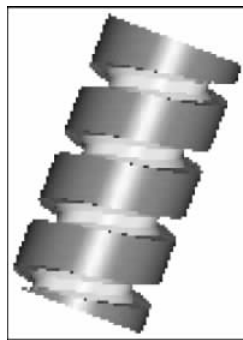

图 5-126 实体加工模拟效果
(11) 单击加工操作管理器中的“实体加工模拟”按钮,系统弹出“实体切削验证”对话框,单击“模拟执行”按钮,实体加工效果如图 5-126 所示。